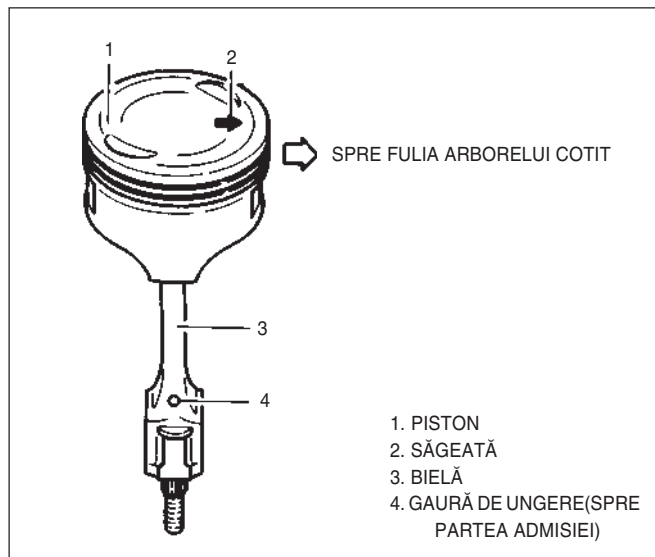

Fig. 6B-85 ASAMBLAREA BIELEI ȘI PISTONULUI
- Există marcat un „R” pe fața superioară a segmentului nr. 2 așa cum apare în Fig. 6B-86.